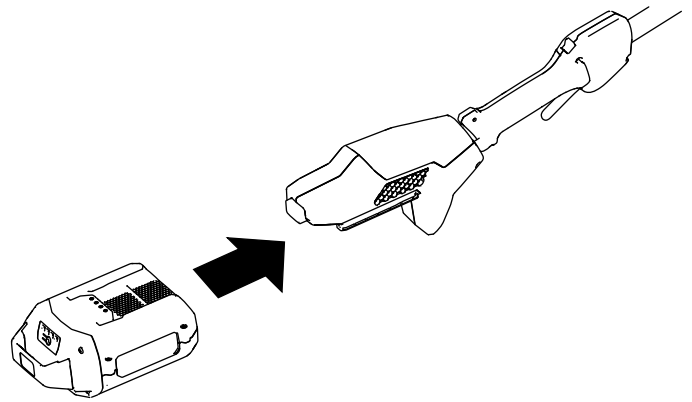

Figur 9
1. Påse at ventilene på grensagen er fri for støv og rusk (Figur 9).